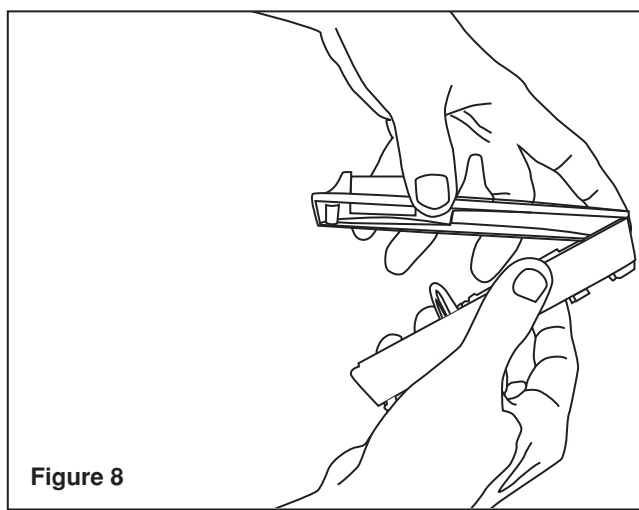

Figure 8
6. Remplacer le bord supérieur du couvercle avant et le refermer sur le détecteur (**figure 8**).